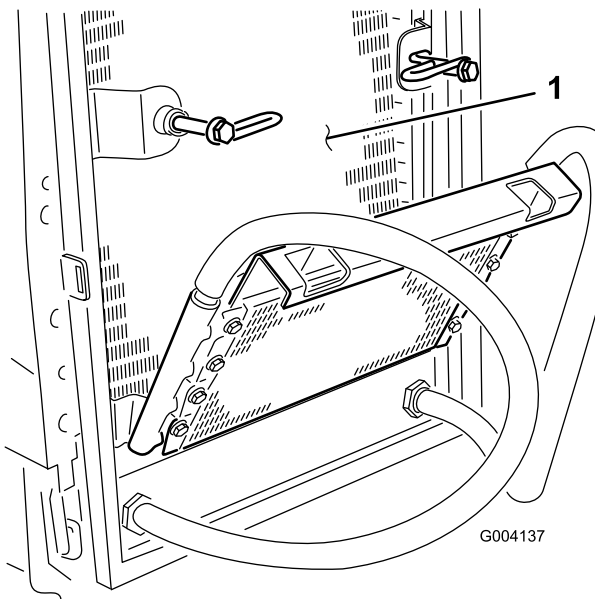

Bild 61
7. Reinigen Sie beide Seiten des Ölkühlers und des Kühlers gründlich mit Druckluft (Bild 61).